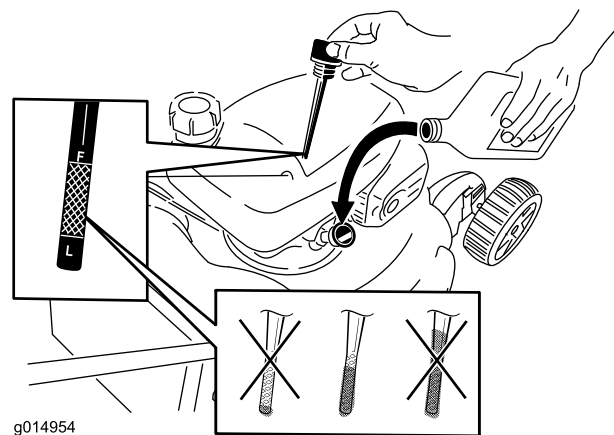

Рисунок 16
2. Извлеките масломерный щуп (Рисунок 16).
5. Выньте щуп и проверьте уровень масла, см. Рисунок 16.
- Если уровень масла слишком низкий, медленно залейте небольшое количество масла в маслозаливную горловину и повторите действия 3 – 5, чтобы масло достигло требуемого уровня, как показано на Рисунок 16.